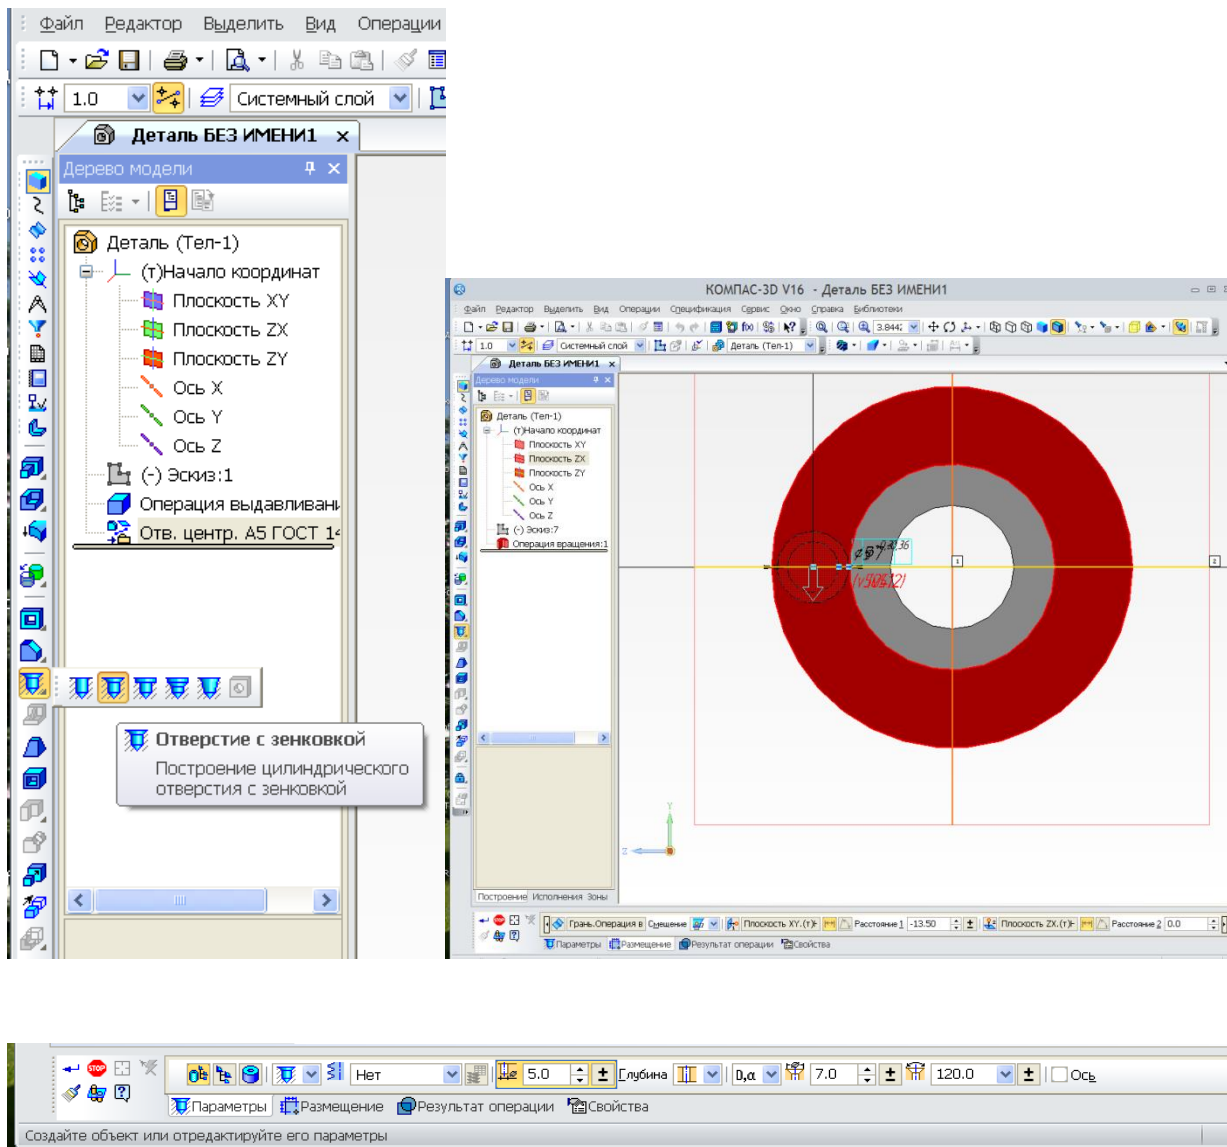

Рисунок 80.
2. Создаем отверстия под палец муфты. Укажите торцевую поверхность, на которой будете выполнять отверстия (рисунок 80). На панели инструментов выберите команду **Отверстия** .